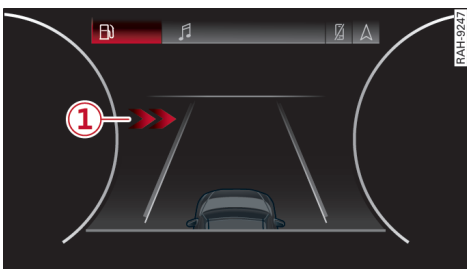

图 121 组合仪表：交叉路口辅助系统的方向显示
- **显示**：红色箭头①能够指明横向交通来临的方向。上面的显示屏中的显示只在启用驻车辅助后出现。在装有车周环境摄像头的车辆上，只出现在摄像头的前方视图和前方拐角视图中。组合仪表中的显示 ⇨ 图 121 只有在车载电脑中调出驾驶员辅助显示后才出现 ⇨ 第 14 页。